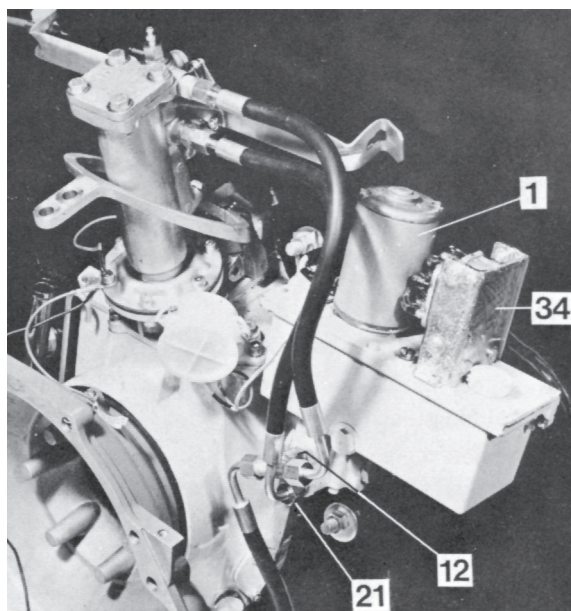

Fig. 26. Demontering av oljetank från akterspegel
1. Lossa hydraulslangarna (12 och 21 fig. 26) vid ventilhuset. Plugga såväl slangar som ventilhus (plastpluggar).
2. Lossa reläkonsolen (34) och elkablarna till elmotorn (1). Kontrollera att kablarna är märkta.
4. Lossa ventilhuset från tanken, **obs.** O-ringarna (5 st. för oljekanalerna) och beachventilen (11) som är inskjuten löst i sitt säte på tankens undersida.